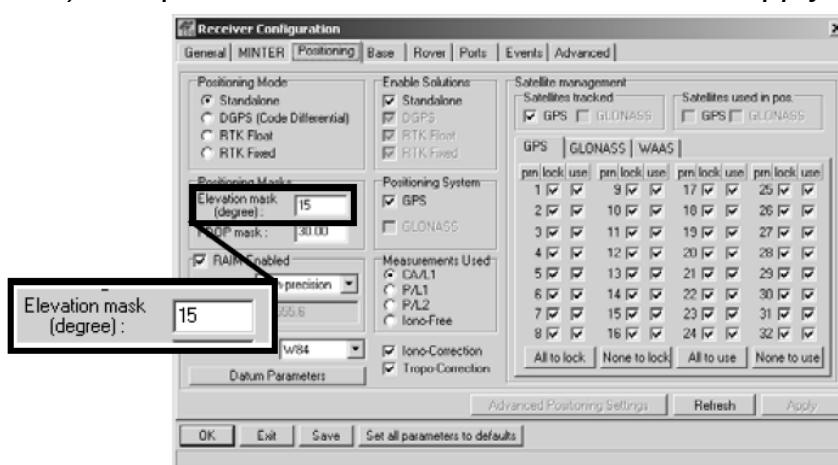

Рисунок 3-7. Настройка приемника – минимальный угол возвышения
8. Выберите вкладку *Positioning (Местоопределение)* и установите значение 15 градусов для параметра *Elevation mask (Минимальный угол возвышения)*, см. рис. 3-7, затем щелкните на кнопке *Apply (Применить)*.
4. Выберите вкладку *Positioning* (*Местоопределение*) и установите значение 15 градусов для параметра *Elevation mask* (*Минимальный угол возвышения*), см. рис. 3-7 на стр. 3-10.